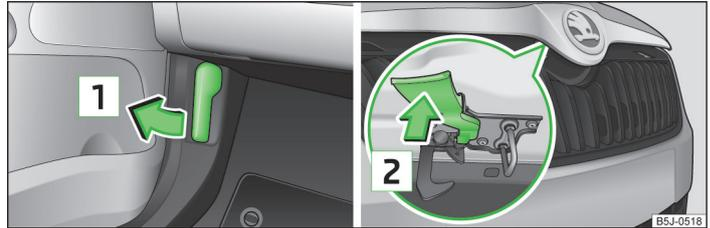

Fig. 126 Palanca de desbloqueo del capó del vano motor / palanca de desbloqueo
- Tirar de la palanca de desbloqueo ubicada debajo del tablero de instrumentos en dirección a la flecha [1] » fig. 126.
- Presionar la palanca de desbloqueo en la dirección de la flecha [2], » fig. 126 el capó del vano motor se desbloquea.
Nunca abrir el capó del vano motor con la palanca de desbloqueo > fig. 126.